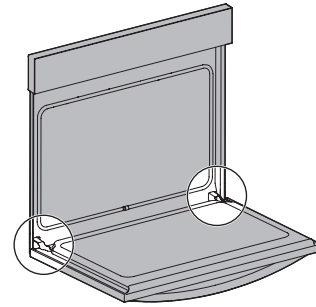

Figura 21: Ubicación de las bisagras de la puerta
1. Abra completamente la puerta del horno, en posición horizontal al piso (Figura 21).
3. Abra completamente la puerta del horno, en posición horizontal al piso (Figura 21).